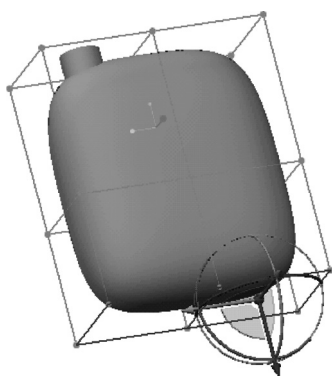
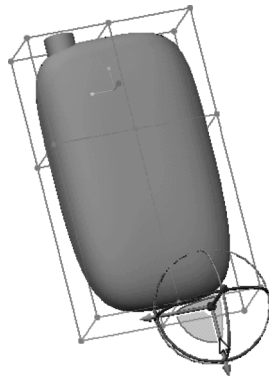

图 7-30 单击鼠标中键以重复拉伸
图 7-31 拖动操作
8) 单击鼠标中键重复拉伸操作，如图 7-30 所示。向下拖动拖动器的控制滑块来拉伸形状，效果如图 7-31 所示。